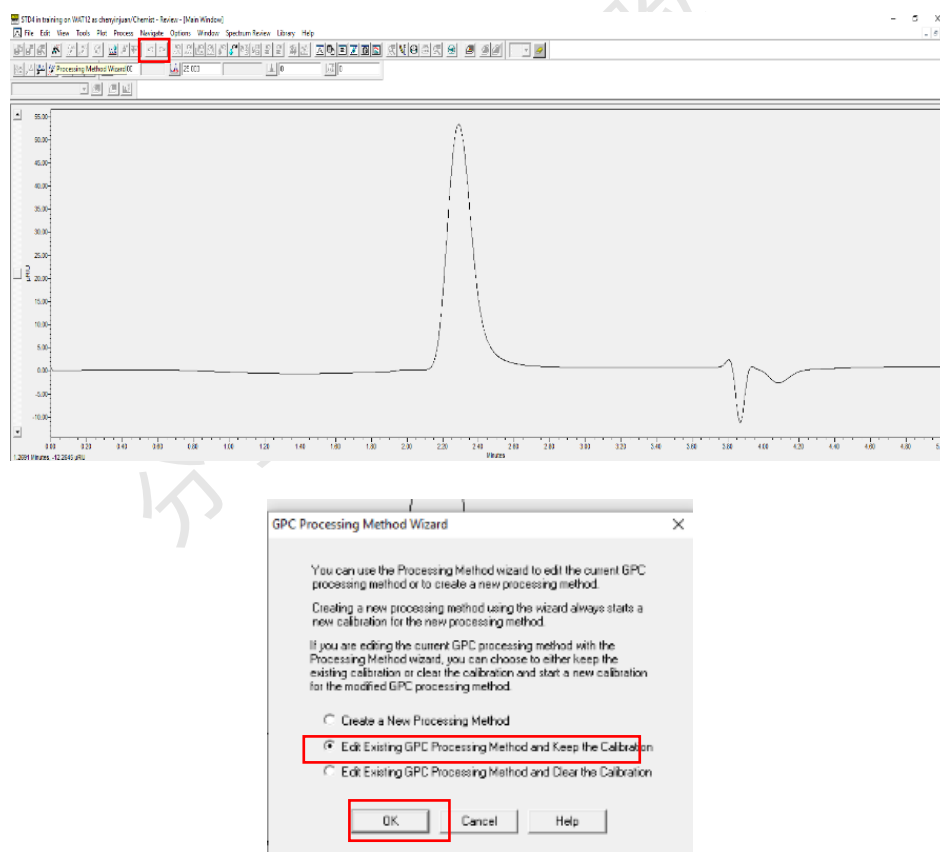

图6-63
(3) Review界面。点击Processing Method Wizard，弹出Processing Method Wizard界面（图6-63），选择 Edit existing GPC Processing Method and Keep the Calibration，点击OK。按6.7.3修改样品的处理方法，并保存（可以覆盖6.7.3.2的标样方法）。